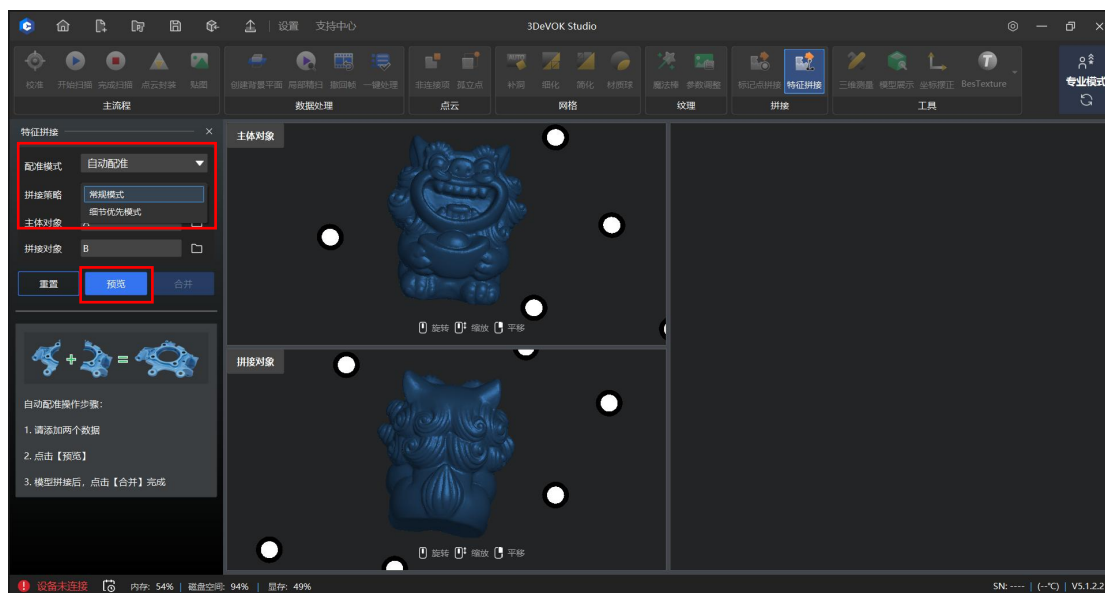

图 9-3 自动配准预览效果
4. 对于几何特征丰富的物体，可以在软件左上角“配准模式”中使用默认的“自动配准”功能。对于细节要求较高的物体，可以在“拼接策略”中选择“细节优先模式”，新增点击“预览”按钮，在右侧窗口查看模型拼接效果，如图 9-3 所示：